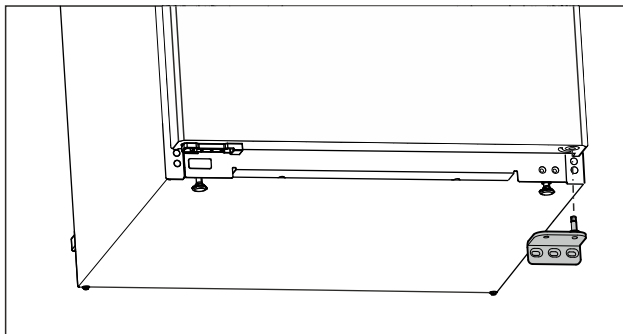

Fig. 14
- Sejměte stojan ložiska směrem dolů. (viz Fig. 14)